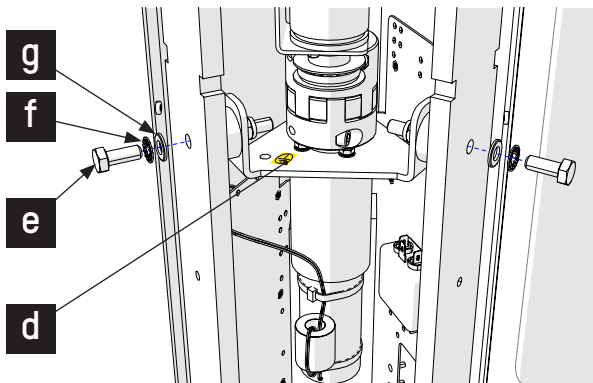

Fig. 41 - Kopplingsbytet (Motorkonsol)
6. Ta bort motorkonsolens fästanordningar, skruvarna (g) och brickorna (h) och (i) från motorkonsolen (f) (fig. 41);